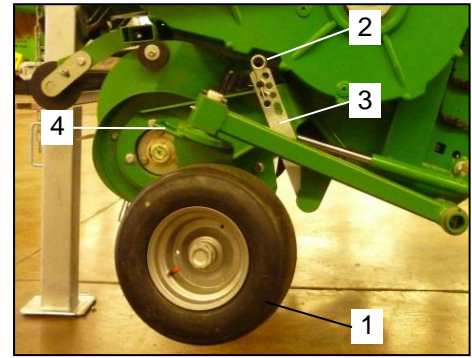

Bild 16: Tasträder
- Heben Sie die Pick-Up soweit an, bis Sie genügend Freiraum zum Verstellen der Tasträder (Bild 16 / Pos.1) haben.
- Entfernen Sie den Federvorstecker (Bild 16 / Pos.2) zum Sichern der Koppelstange (Bild 16 / Pos.3).
- Halten Sie das Tastrad an dem Griff (Bild 16 / Pos.4) hoch und lösen Sie die Koppelstange (Bild 16 / Pos.3) vom Aufnahmebolzen.
- Verstellen Sie die Höhe des Tastrades wie gewünscht und hängen Sie die Koppelstange (Bild 16 / Pos.3) in die jeweilige Bohrung an den Aufnahmebolzen ein.
- Sichern Sie die Koppelstange (Bild 16 / Pos.3) mit dem Federstecker (Bild 16 / Pos.2).